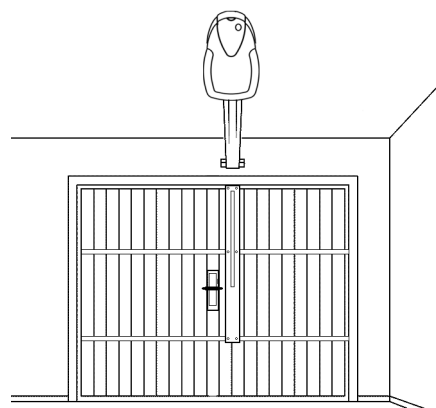

Abbildung 7
- Der Toröffner sollte möglichst in Tormitte befestigt werden, eine leichte Abweichung ist jedoch zulässig. Beispiel, um den SCHWENKARM neben dem Griff zu montieren (Abbildung 7).